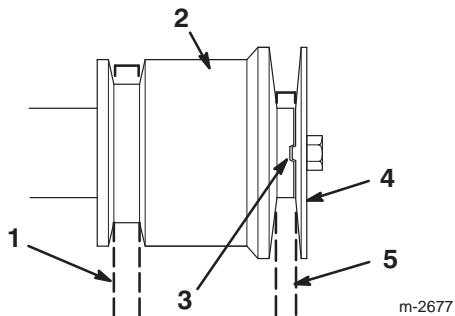

Figure 32
Remarque : Ne pincez pas la courroie d'entraînement de traction (Fig. 32).
15. Remontez la poulie à gorge du moteur en prenant soin de bien engager le relief d'indexation dans le creux d'indexation de la poulie du moteur (Fig. 32).
16. Fixez la poulie à gorge avec la rondelle, la rondelle-frein et la vis du vilebrequin (Fig. 32).
Remarque : Ne pincez pas la courroie d'entraînement de tarière/roue hélice (Fig. 32).
Remarque : Contrôlez que le relief d'indexation de la poulie à gorge du moteur est bien engagé dans le creux d'indexation de la poulie du moteur centrale. Ne pincez pas la courroie (Fig. 32).